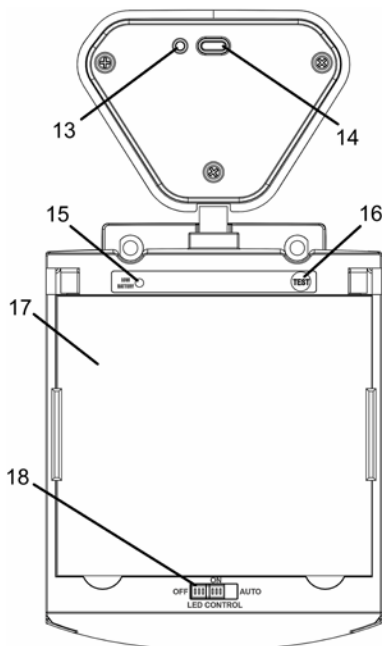

Рисунок 3
2.3.7 Наявність кнопки «TEST» (16, рисунок 3) дозволяє виконувати перевірку працездатності світлофільтра.
2.3.8 Електроживлення світлофільтра здійснюється від високоефективної сонячної панелі (4, рисунки 1 і 2), а також вбудованої літій-іонної акумуляторної батареї, яку у разі потреби можна заряджати через роз'єм USB Type-C (14, рисунок 3).
2.3.9 Світлодіод «LOW BATTERY» (15, рисунок 3) сигналізує про необхідність зарядки акумуляторної батареї.
3.2 Перед використанням виконайте зарядку акумуляторної батареї маски. Для цього під'єднайте до роз'єму USB Type-C (14, рисунок 3) відповідний кабель для заряджання із подаванням напруги 5 В (не входить до комплекту постачання). У процесі заряджання світлодіод (13, рисунок 3) буде світитися червоним світлом, а при досягненні повного заряду – зеленим.
**4.1** Перед початком зварювання для перевірки працездатності світлофільтра натисніть і утримуйте кнопку самодіагностики «TEST» (16, рисунок 3). Якщо все працює справно та задані оптимальні налаштування, світлофільтр перейде в стан затемнення, а при відпусканні кнопки – автоматично повернеться у початковий стан (відбудеться просвітлення фільтра).